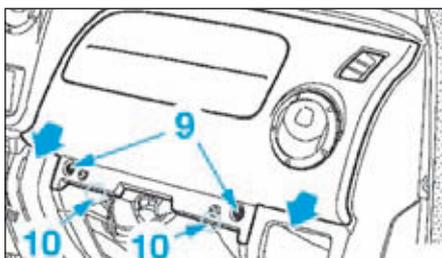

FIG.10
- Déposer les vis de fixation (6) (Fig.10).